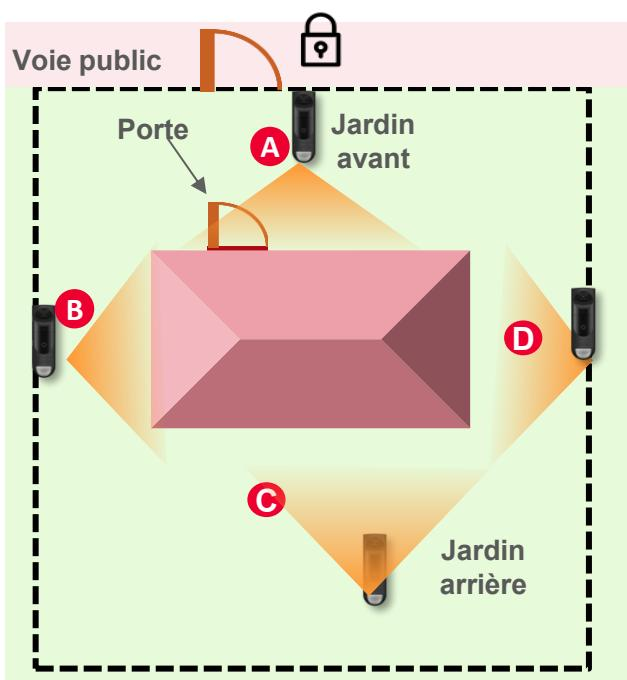

Fig. 2
- L'orientation de l'extérieur vers l'intérieur est possible mais susceptible d'augmenter les risques de faux déclenchements (animaux notamment fig.2)